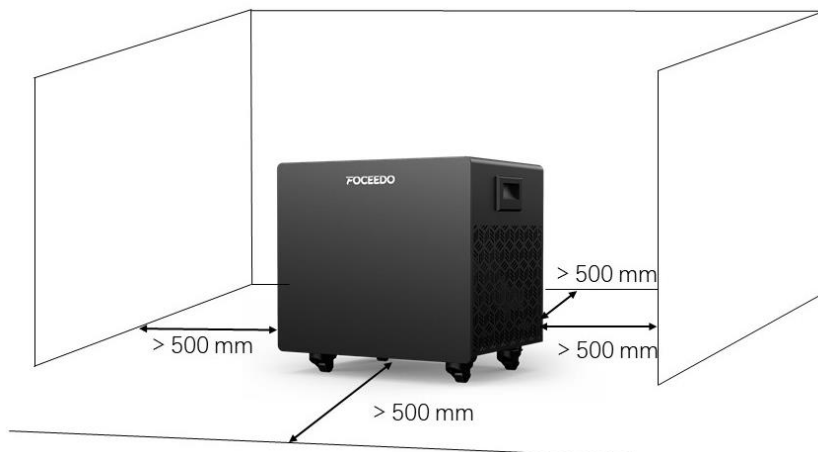

Figure 1. Distance d'installation
1. Placez le chiller sur une surface stable et bien ventilée à proximité de la baignoire. Laissez un dégagement d'au moins 50 cm (20 pouces) tout autour de l'unité pour assurer une circulation d'air adéquate. (Voir Figure 1)